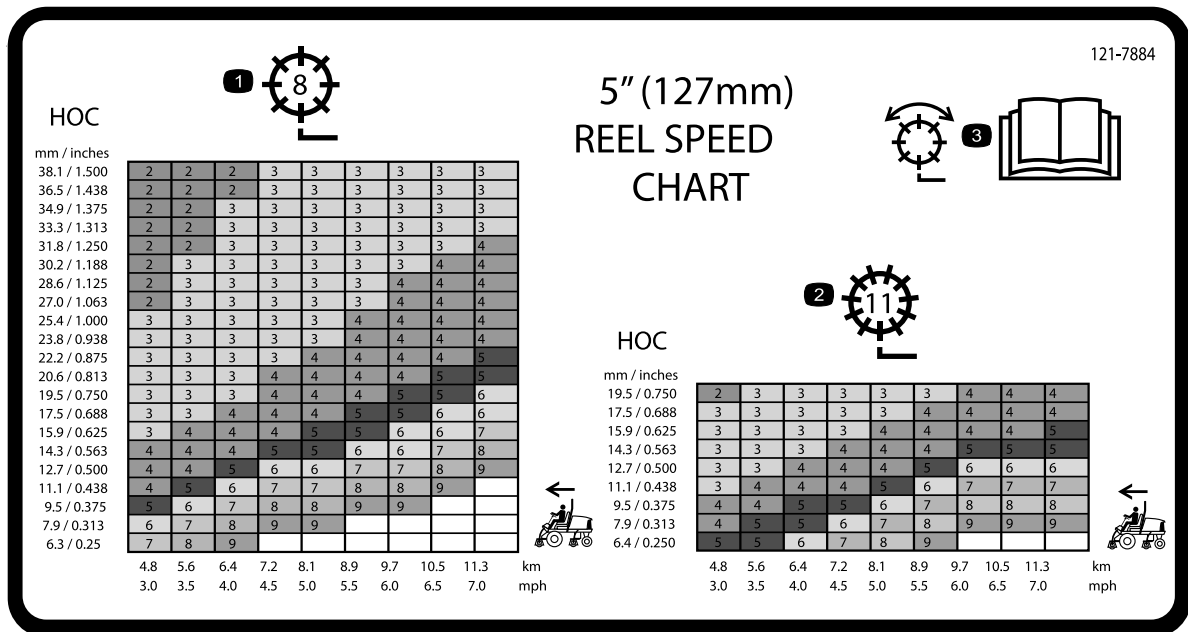

Figure 33
- Reportez-vous au graphique sur l'autocollant du tableau de vitesse des cylindres (Figure 33) pour déterminer le réglage de vitesse de cylindre correct.